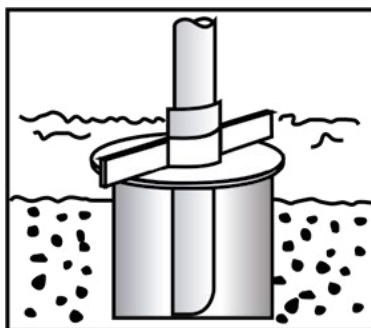

Figura 13.
- Antes de conectar o último tubo, deve-se encaixá-lo na tampa do poço (flange de boca de poço) *figura 13.*